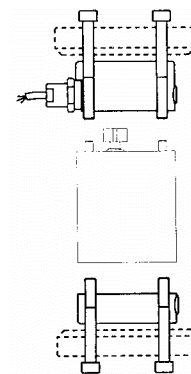

Рис.1
- снимите торцевые крышки. В случае эксплуатации исполнения с фланцем, снимите крышку фланца (рис. 1)